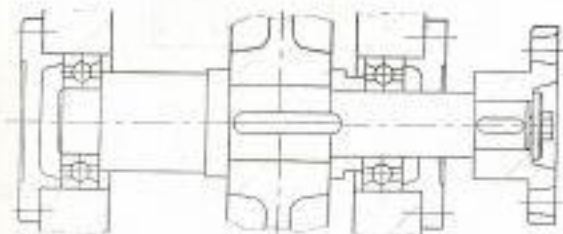

图 5 轴
1. 指出下图 5 轴系结构的错误（轴端安装联轴器），并说明错误理由。